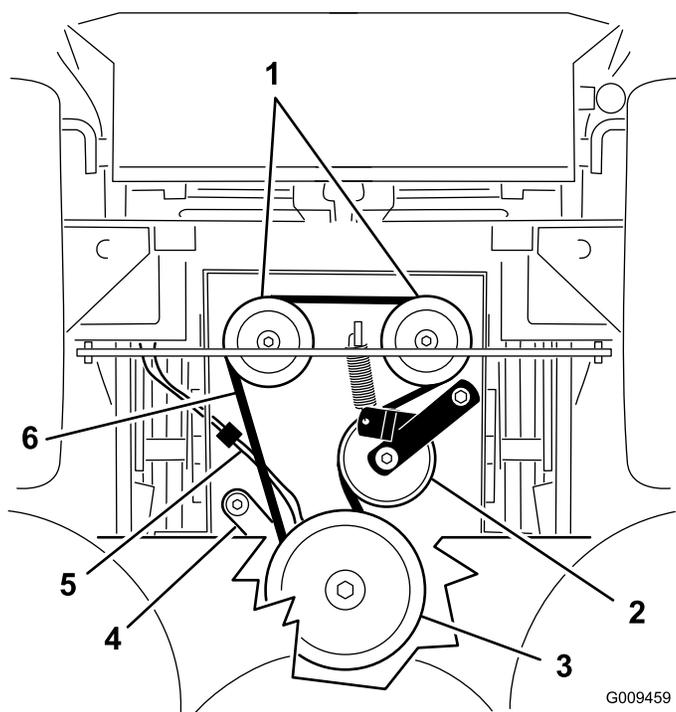

Figura 62
- Desconecte el tirante del embrague de la plataforma del motor (Figura 62).
- Desenganche el muelle de la polea tensora del bastidor (Figura 62).
- Coloque el muelle tensor entre el brazo de la polea tensora y el soporte del bastidor (Figura 62).
- Monte el soporte del embrague en la plataforma del motor (Figura 62).